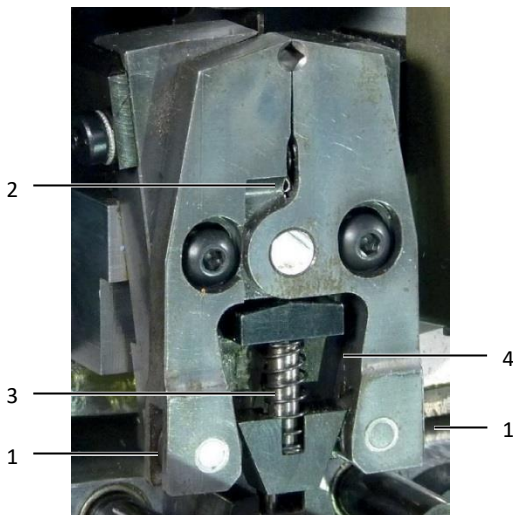

图 26: 压线工具
- 检查压线工具上的滑轮（图 26，项号 1）是否灵活。
- 检查端头夹紧钳上的滑轮（图 26，项号 2）是否灵活。
- 为接线端头固定单元的导杆（图26，项号3）涂油。
- 为接线端头固定单元的侧向工作面（图26，项号4）涂油。